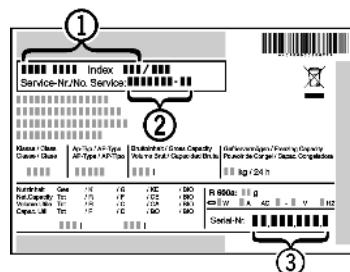

Fig. 29
- Očitajte naziv uređaja Fig. 29 (1), servisni broj Fig. 29 (2) i serijski broj Fig. 29 (3) s tipske pločice. Tipska pločica nalazi se na lijevoj unutarnjoj strani uređaja.